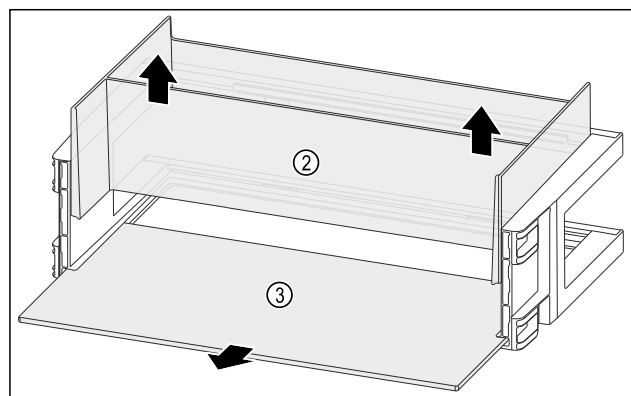

Fig. 144
- Organizer Fig. 144 (2) nach oben entnehmen.
- Abstellfläche Fig. 144 (3) entnehmen.